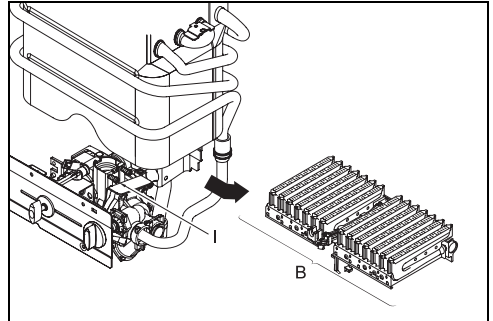

Рис. 3
- ▶ Чтобы снять горелку (Рис. 3, [B]), необходимо ослабить два винта (Рис. 3, [I]) и отсоединить горелку от газовой арматуры.